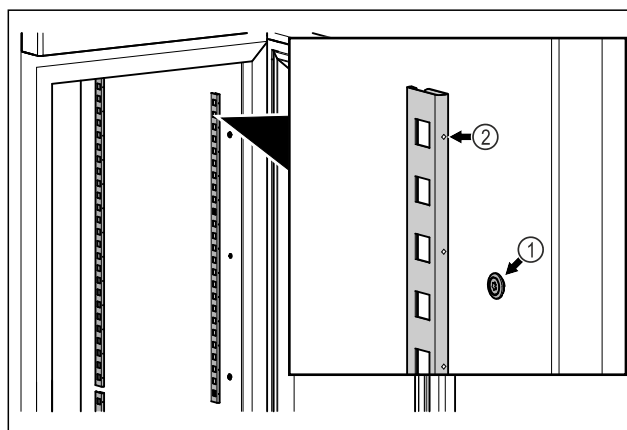

Fig. 83 Vejledende illustration
- Hægt glaslisterne Fig. 83 (1) fast i ophænget. Mærket Fig. 83 (2) skal pege fremad.